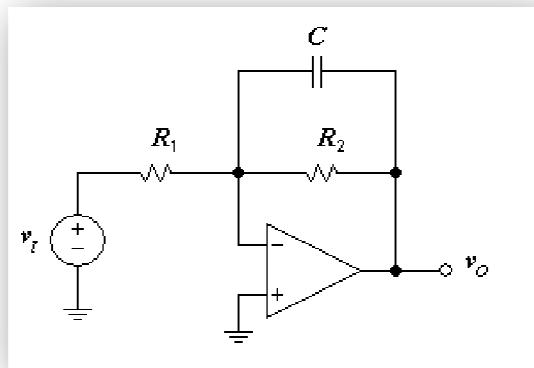
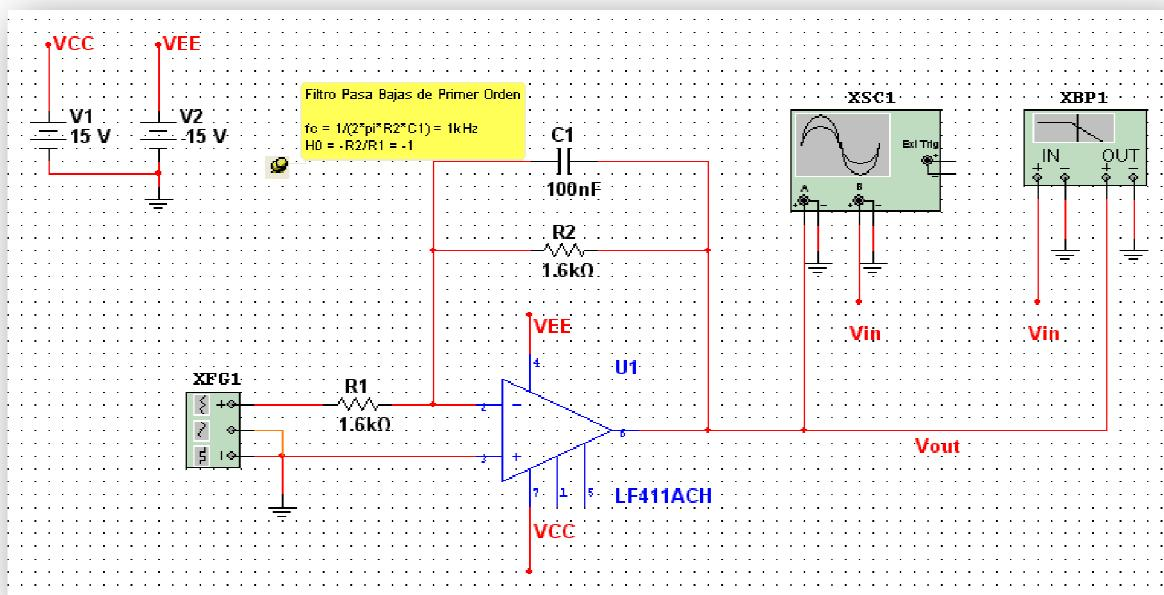

Figura 3.6-4
Figura 3.6-5
Para implementar un filtro pasa bajas activo, incorporemos el uso de amplificadores operacionales. En prácticas anteriores habíamos revisado los circuitos de los derivadores e integradores, así como del amplificador inversor. Combinemos ahora estos circuitos y revisemos el circuito de la Figura 3.6-4
2. Conecta el circuito conforme a la Figura 3.6-4 y verifícalo con respecto al circuito mostrado en la Figura 3.6-5